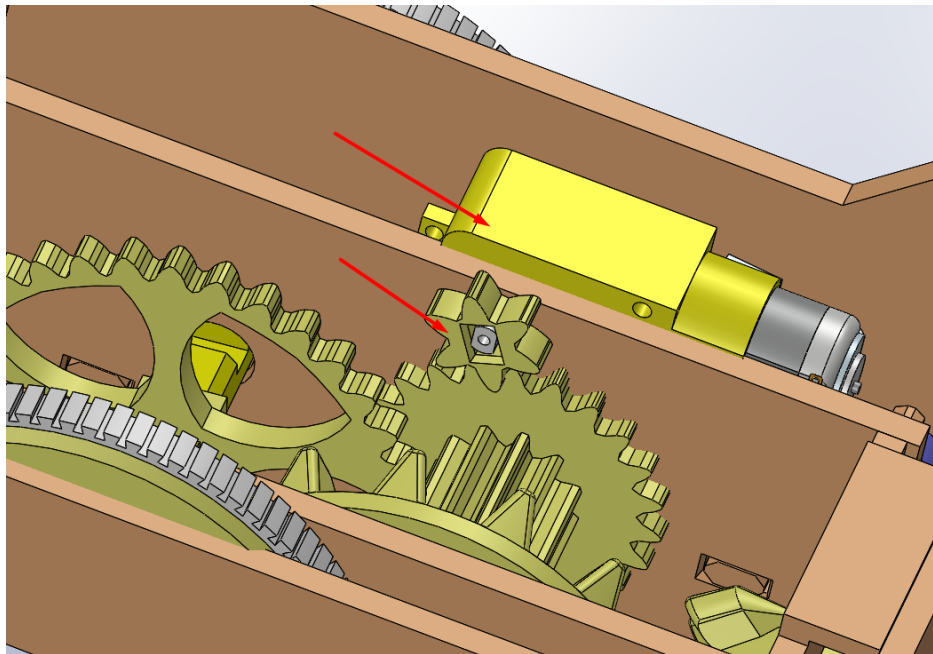

FIGURE 20
**ÉTAPE 16:** Nous prenons le petit engrenage numéroté 19 et l'insérons dans l'arbre du moteur, comme on peut le voir dans la figure 20.